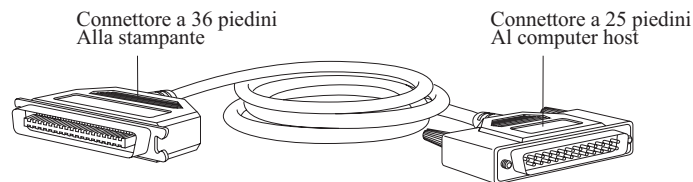

Fig. 2.28 Cavo parallelo
Per collegare il PC e la stampante (fig. 2.28) tramite la porta parallela usare un cavo parallelo standard. L'estremità di questo cavo ha un connettore maschio a 36 piedini, l'estremità per il computer ha un connettore maschio a 25 piedini.
2. Collegare il connettore a 36 piedini del cavo alla porta parallela della stampante (fig. 2.28) e il connettore a 25 piedini alla porta parallela del computer.